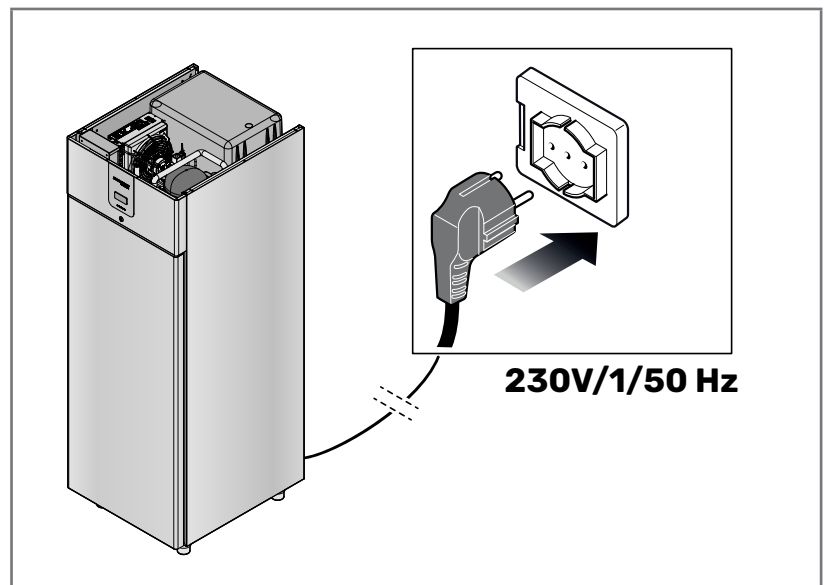

Fig 4.2 - Monophasée
- **Monophasée 230 V/1/50 Hz** (Fig. 4.2) avec câble d'alimentation et fiche Schuko préinstallés. Pour brancher l'appareil, il suffit d'insérer la fiche dans une prise adaptée et facilement accessible. Il est recommandé que l'installation électrique soit équipée d'un disjoncteur différentiel magnéto-thermique en amont, capable d'interrompre automatiquement le flux de courant en cas de surintensité.